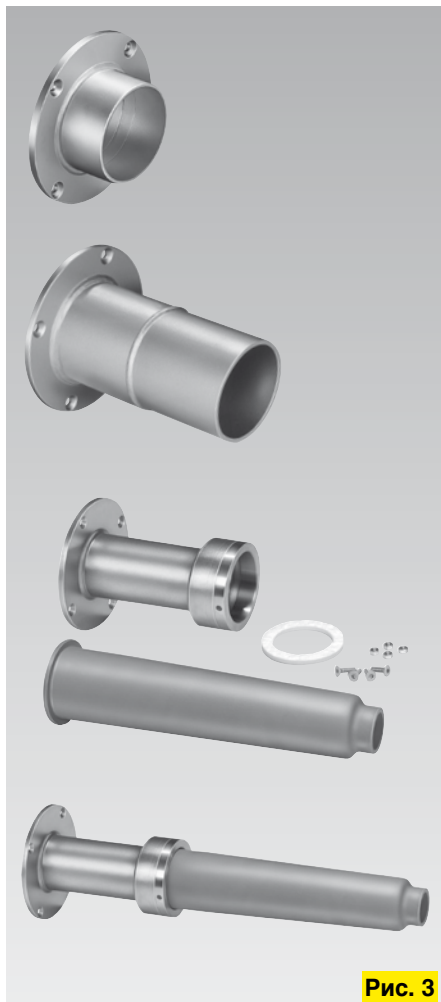

Рис. 3
3. Brennerstein oder Brennerrohr aus Stahl oder Keramik (Fig. 3)
3. Burner quarl or burner tube made of steel or ceramic material (Fig. 3)
3. Горелочный камень или труба из стали или керамики (Рис. 3)